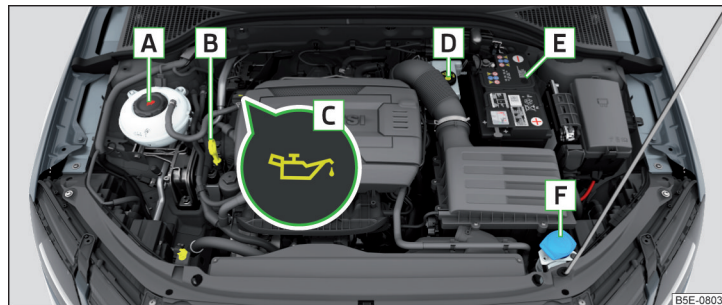

Fig. 317 Ejemplo de orden en el vano motor
- Desenrosque el tapón de la boca de llenado de aceite de motor **C** » fig. 317 de la pág. 288.